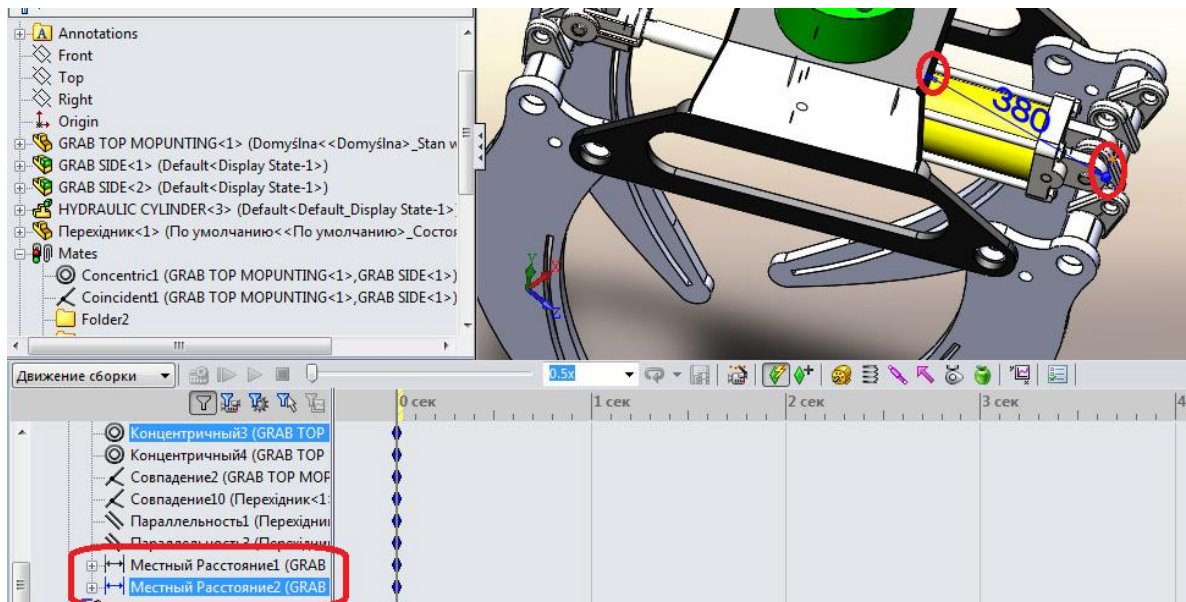

Рис.8. Спряженні відстань для компонентів **GRAB TOP MOPUNTING**
3.3.3. Вибрати команду **Спряження** та створити два нових спряження **Відстань**, як це показано на рис. 8.